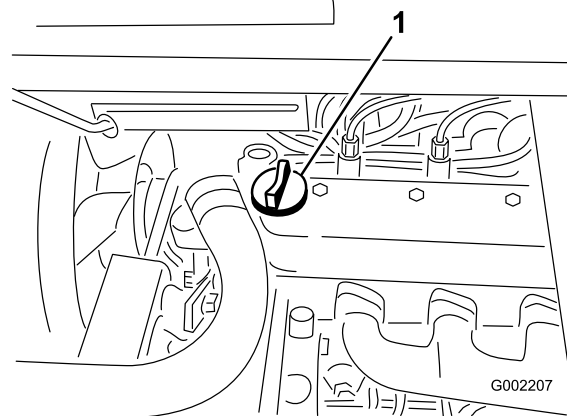

図 40
3. 油量が少なければ、バルブ・カバーの上についている補給口（図 40）を開け、ディップスティックの Full マークまでオイルを補給する；オイルの種類や粘度の選択については「エンジン・オイルについて」を参照。補給するときは、ディップスティックで確認しながら少量ずつ入れてください。入れすぎないように注意してください。